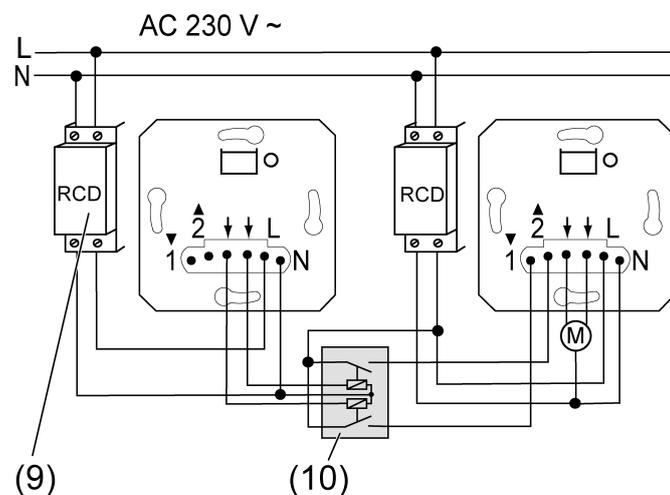

рисунок 5: Пример подключения двух контуров RCD
- Подключите приборы, как показано на примере (см. рисунок 5).